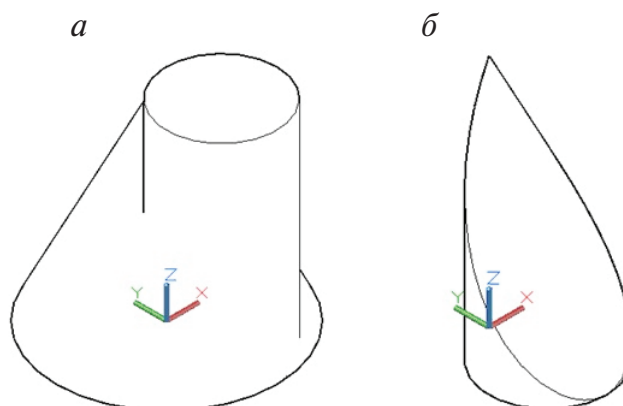

Рис. 172. Команда Пересечение:
-  ПЕРЕСЕЧЕНИЕ Выберите объекты: ↵ (рис. 172, б).